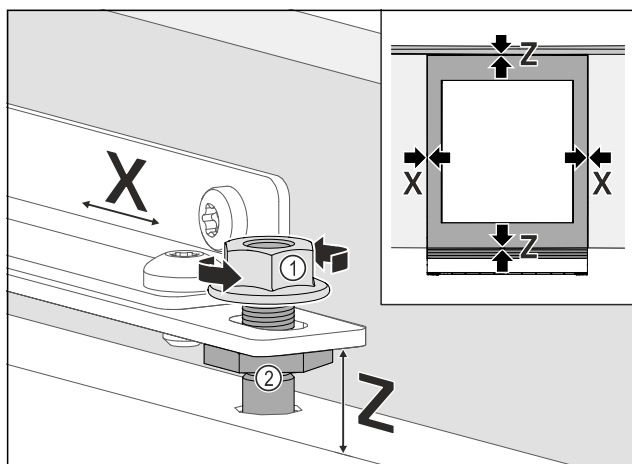

Fig. 104
- Allineare la porta del mobile sui lati: Allentare Fig. 104 (1) il controdado, spostare la porta del mobile in direzione X.
- Serrare Fig. 104 (1) i controdadi.
- Allineare la porta del mobile all'altezza Z e all'inclinazione laterale: Regolare Fig. 104 (2) i bulloni di registrazione.